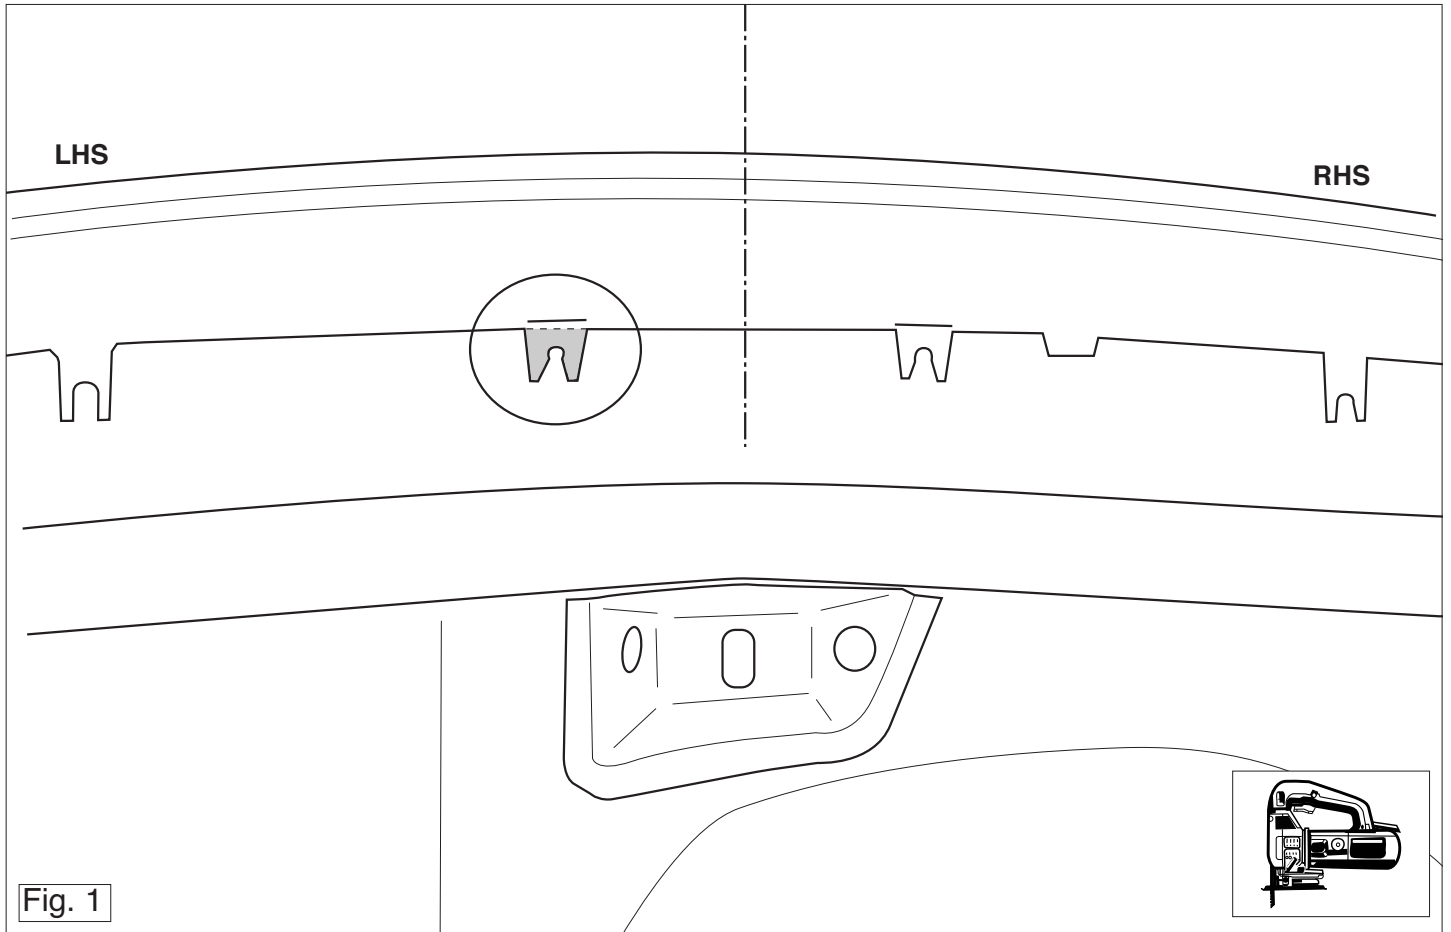

Fig. 1
4. Såga bort den indikerade delen (se fig. 1).
5. Placera sidoplattan (L) / (R) vid punkterna **A**.
4. Sav den markerede del af (jævnfør fig. 1).
5. Anbring sideplade (V)/(H) ved punkterne **A**.
4. Segare via la parte indicata (vedi fig. 1).
5. Posizionare il pannello laterale (SX) / (DX) in corrispondenza dei punti **A**.
4. Wywiercić zaznaczony odcinek (patrz rys.1).
5. Umieścić płytę boczną (L) / (P) w punktach **A**.